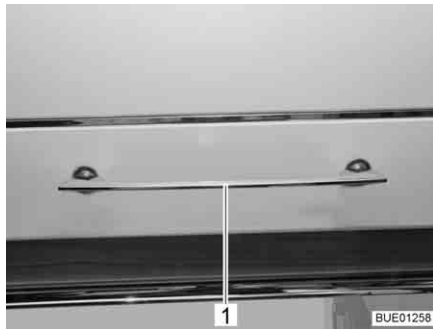

Fig. 71 Abattant de placard avec poignée de déverrouillage
- Enfoncer la poignée de déverrouillage (Fig. 71,1) vers le bas et le maintenir enfoncé.